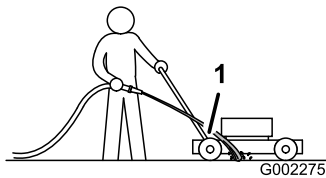

Figure 41
3. Tenez le tuyau d'arrosage à hauteur du guidon et dirigez le jet d'eau vers le sol, juste devant la roue arrière droite (Figure 41).